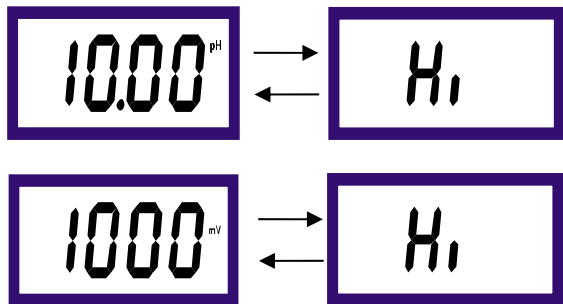

图 7-8
1、仪表在测量状态时按下 REL 键，仪表的高点控制数值将跳闪，显示如图 7-8 所示：